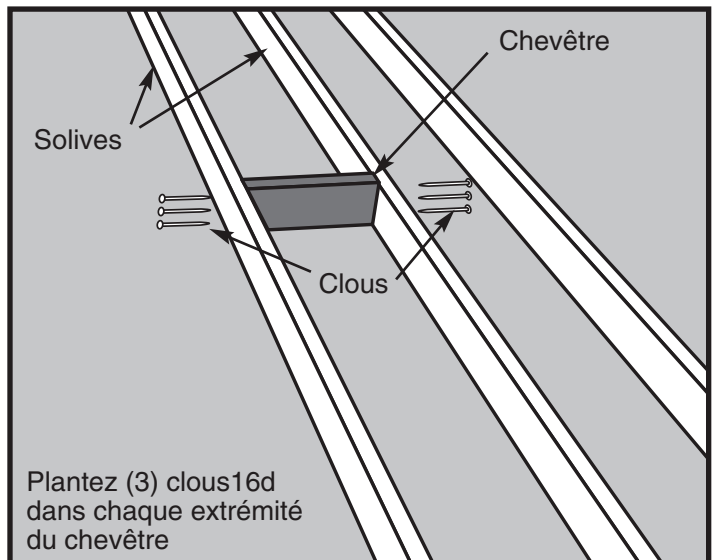

Figure 12
ÉTAPE 3. Placez un de ces chevêtres à une extrémité de votre emplacement choisi (Voir la Figure 12). Le chevêtre doit s'adapter exactement entre les solives. Placez-le au marteau si nécessaire ; s'il s'avère trop long de 1.6 mm, limez-le. S'il est trop court de plus de 1.6 mm, coupez un autre morceau.
ÉTAPE 4. Mettez d'équerre le linteau par rapport à une solive et plantez (3) clous 16d au travers de la solive pour pénétrer le linteau. Vérifiez la perpendicularité et plantez (3) clous 16d au travers de l'autre solive pour pénétrer le linteau (Voir la Figure 12). **Il est très important que le morceau de linteau soit d'aplomb verticalement comme d'équerre avec les côtés des solives.**